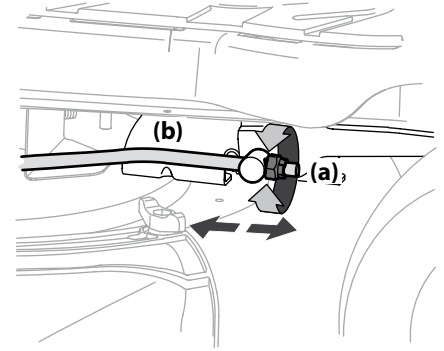

Figura 4-6
- Ubique la tuerca de seguridad con brida (a) en el extremo frontal de la varilla de elevación de la PTO (b). Consulte la Figura 4-6.